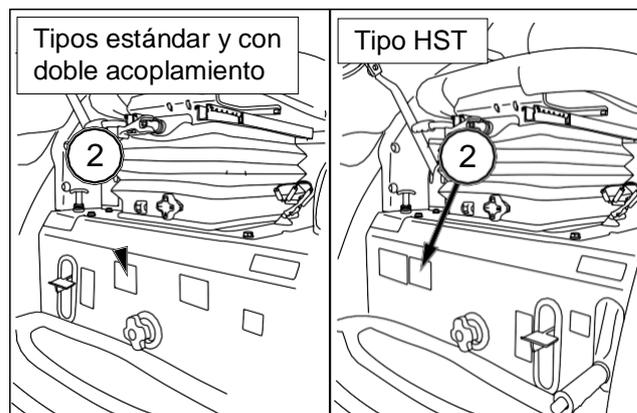

FIG. 29
FIG. 29 y 30: Placa de identificación (2) del tractor, situada bajo el asiento del conductor. La placa de identificación indica el tipo de tractor, el modelo, el año de fabricación y el número de serie.